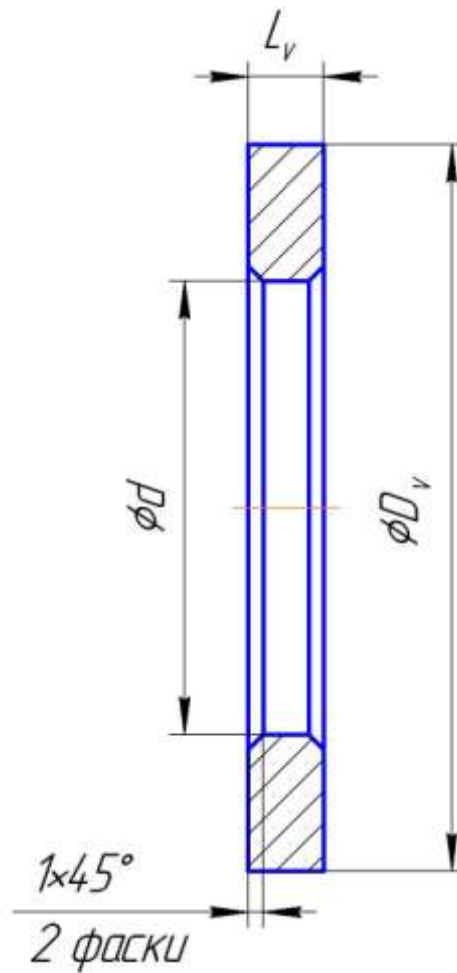

Рис. 3 Схема втулки
2. Построить трехмерную модель втулки в соответствии со схемой рис. 3.